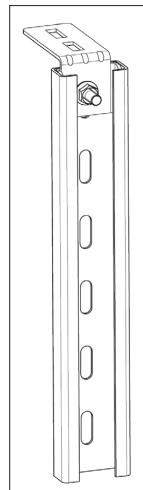

Рис. 15.1
- Перед установкой подвеса необходимо произвести его подсборку (рис. 15.1), для чего нужно выполнить следующие операции:
- 2) установить подсборку подвеса (рис. 15.1) до упора в потолок, произвести разметку отверстия для установки дюбеля;